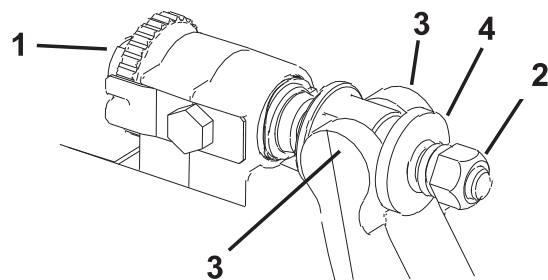

図 23
1. ベッド・バー調整ネジを左に回してベッドナイフとリールの接触をなくす (図23)。
2. スプリング・テンション・ナットをゆるめて、ワッシャがベッド・バーにまったく押し付けられていない状態にする (図23)。